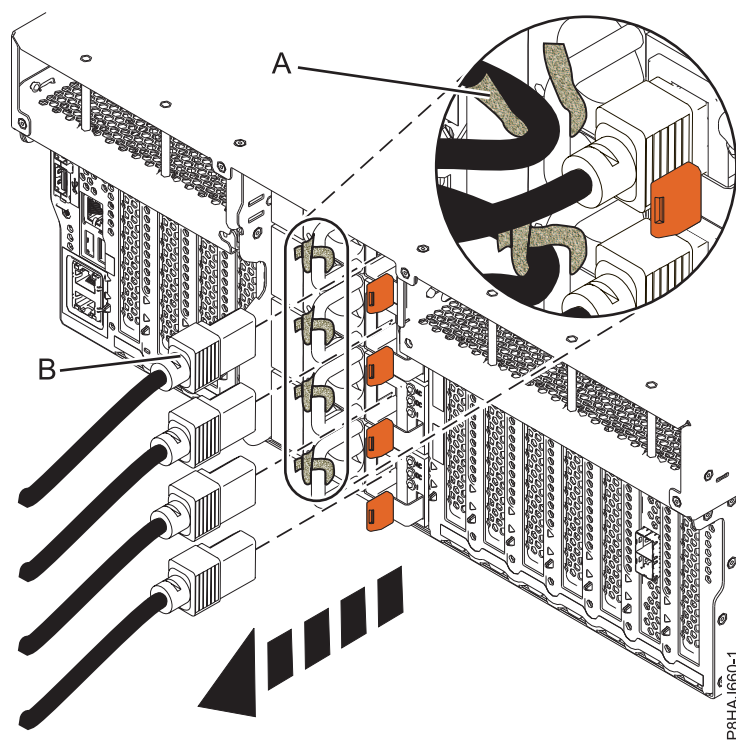
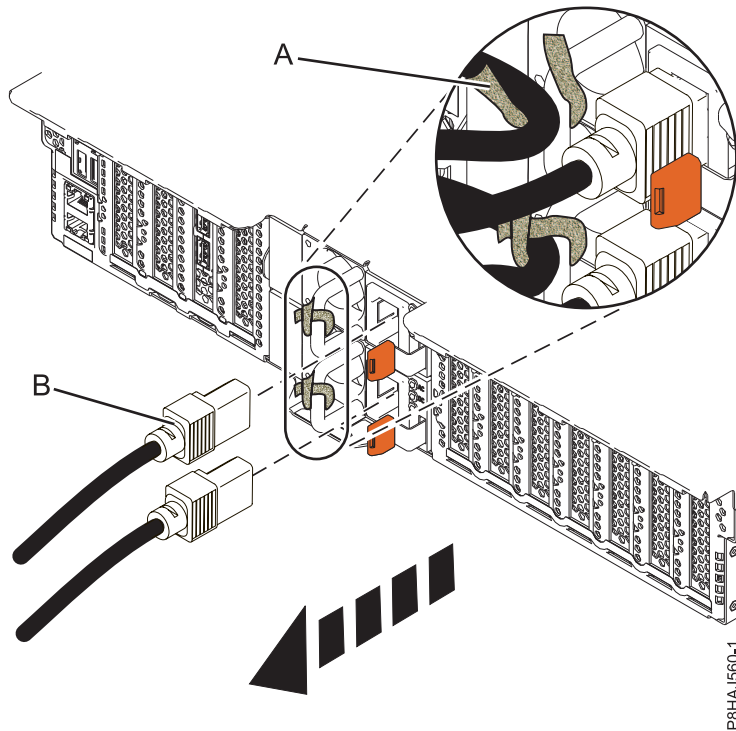
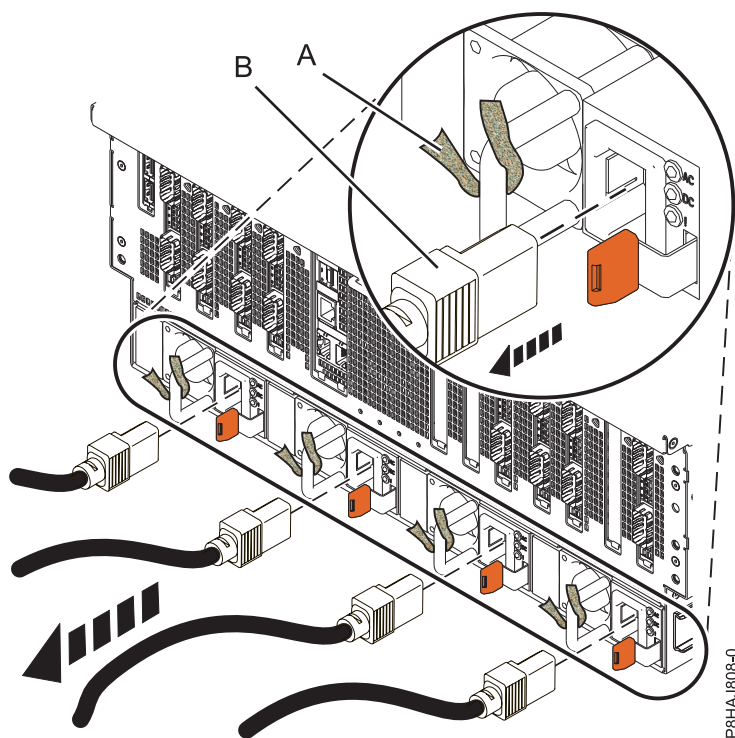

Figura 16. Extracció dels cables d'alimentació d'un sistema 8247-42L, 8286-41A o 8286-42A
Figura 17. Extracció dels cables d'alimentació d'un sistema 5148-21L, 5148-22L, 8247-21L, 8247-22L, 8284-21A, o 8284-22A
Figura 18. Extracció dels cables d'alimentació d'un sistema 8408-44E o 8408-E8E
3. Desconnecteu els cables d'alimentació (**B**) de la unitat del sistema. Consulteu Figura 16 a la pàgina 39, Figura 17 a la pàgina 39 o Figura 18 a la pàgina 40 depenent del tipus de sistema que tingueu.